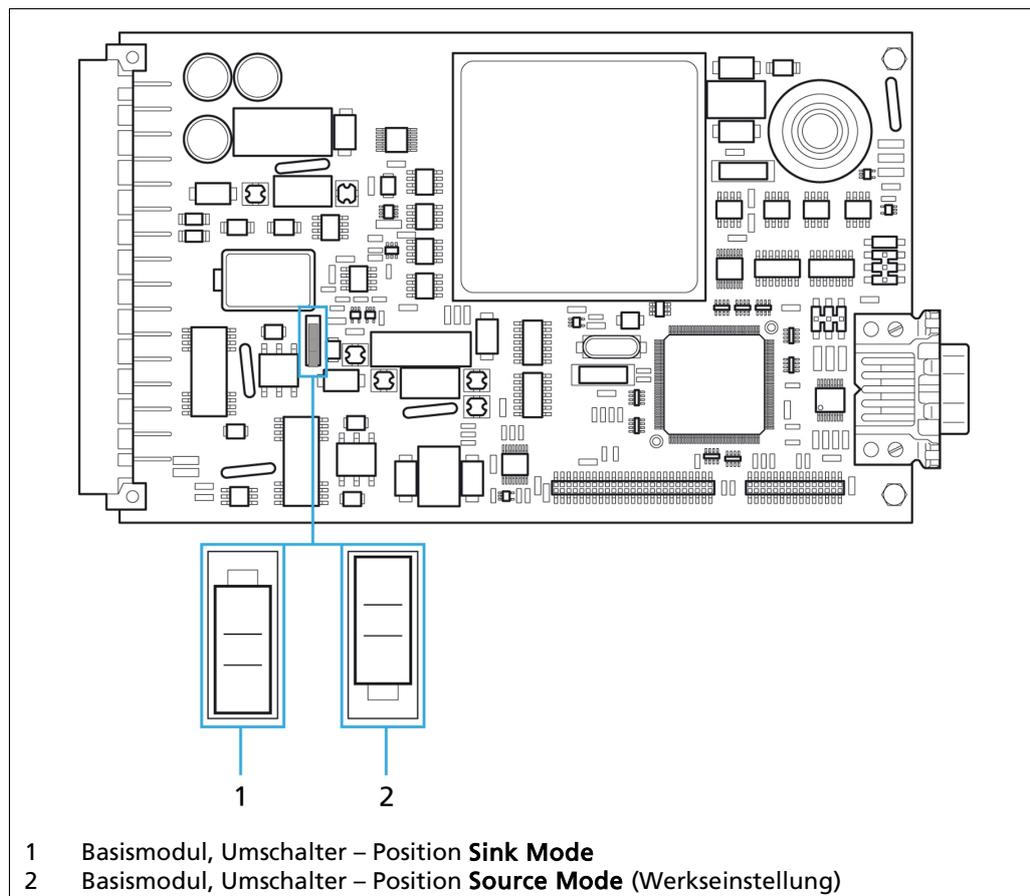

Abb. 11 Basismodul Stromausgang am Umschalter einschalten
5. Stellen Sie die gewünschte Position am Umschalter ein (Sink Mode (Abb. 11, Pos.1) oder Position **Source Mode** (Abb. 11, Pos. 2)).